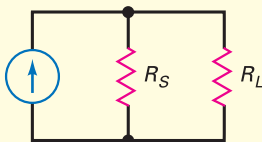

Figure 1.19
- 1.10** Sur la figure 1.19, la source de courant idéale est égale à $20\ \text{mA}$ et la résistance interne à $200\ \text{k}\Omega$. Si la résistance de charge est nulle, quel est le courant qui la traverse ?
- 1.11** Sur la figure 1.19, le courant idéal est $5\ \text{mA}$ et la résistance interne est $250\ \Omega$. Si la résistance de charge est $10\ \text{k}\Omega$, quel est le courant de sortie ? La source est-elle à courant constant ?
- 1.18** Quel est le circuit de Norton que l'on peut déduire de la figure 1.19 ?